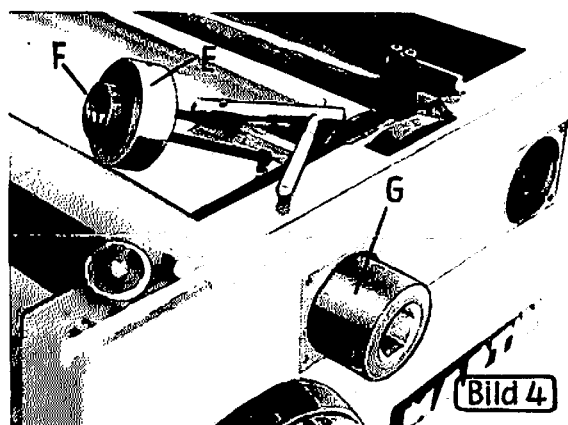

Bild 4
- 6.) Lagerring (E Bild 4) und Distanzbuchse (F Bild 4) mit Hilfe der beiden Sechskantschrauben abziehen.
- 7.) Von unten in die Maschine greifen und die dreigeteilten Gummiwalzenglieder (G Bild 4) aus der Maschine schieben, wie auf Bild 4 sichtbar.